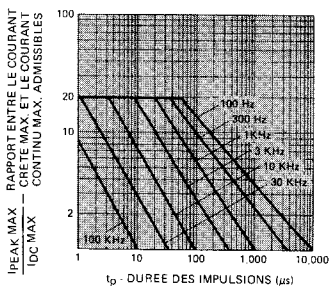

FIGURE 5 – Courant crête max. admissible en fonction de la durée des impulsions ($I_{DC\text{ MAX}}$ relevé dans les valeurs limites)
1. Se reporter aux figures 5, 10, 15 et 20 pour déterminer les conditions de fonctionnement en impulsions suivant la couleur